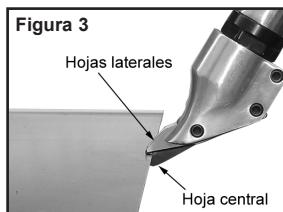

Figura 3
7. Coloque las hojas laterales en el borde de la parte superior de la pieza de trabajo (ver figura 3). **NOTA: Siempre lubrique el material que se está cortando. Use aceite estándar para máquinas al trabajar con acero y solventes al trabajar con aluminio.**